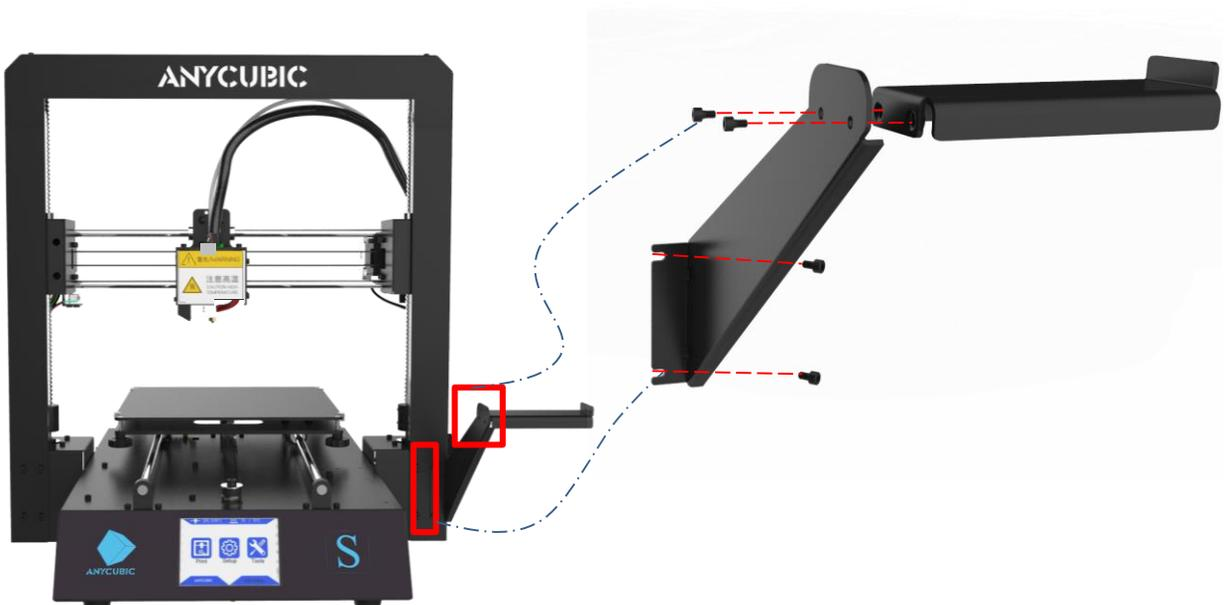

Imagen 2
(2) Utilice dos tornillos M3*5 para montar el soporte de filamentos, luego destornille dos tornillos M3*5 que sujetan el marco a la base y fije el soporte de filamentos al marco con estos dos tornillos M3*5 como se muestra en la **Imagen 2**.